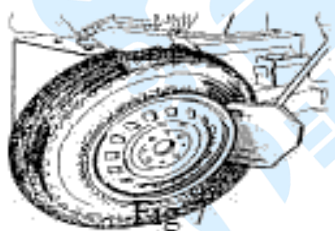

Рис. 5
3. Отведите рычаг разбортирования вручную, толкая его наружу, установите колесо напротив резинового буфера. Установите лопатку напротив борта покрышки на расстоянии 10 мм от края обода колеса, как показано на Рис. 5.